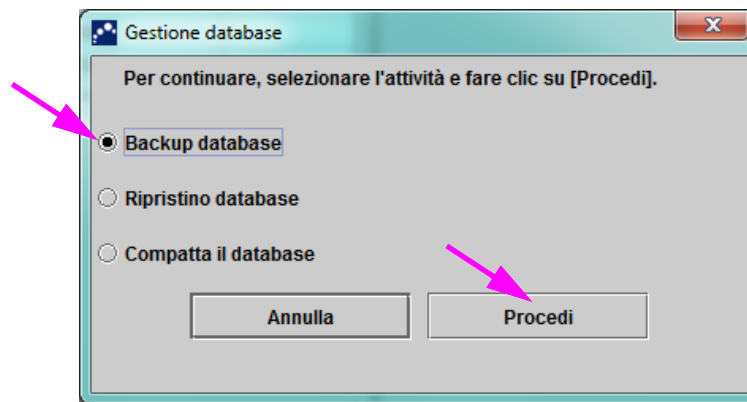

Figura 5-73. Finestra Gestione database
3. Individuare e selezionare la cartella nella quale si desidera memorizzare il file di backup, digitare un nome per il file di backup (o utilizzare il nome file predefinito), quindi fare clic su **Salva**. Il processo di backup crea un file .zip nella posizione specificata (vedere la Figura 5-73).